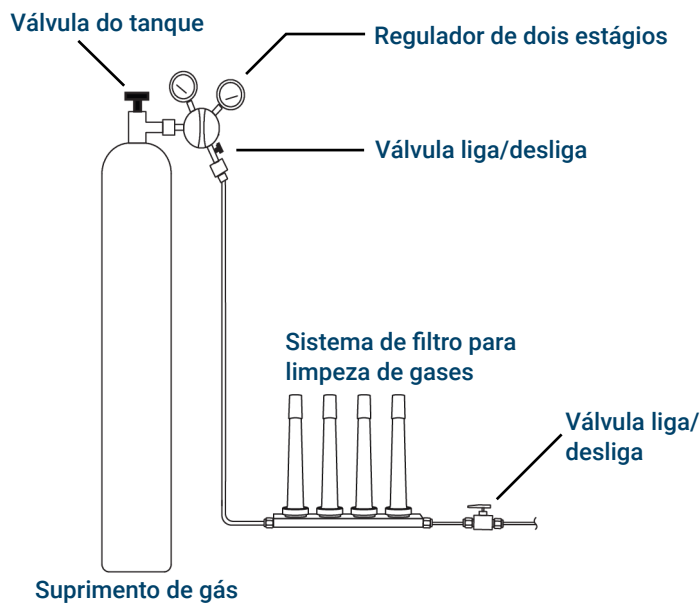

Figura 9. Conectar os suprimentos de gás
1. Defina onde você irá instalar os traps na linha de tubulação de fornecimento. **Figura 9** mostra a ordem de traps recomendada para o gás de arraste e os locais recomendados das válvulas de Abrir/Fechar. Consulte também o *Guia de Preparação do local*.